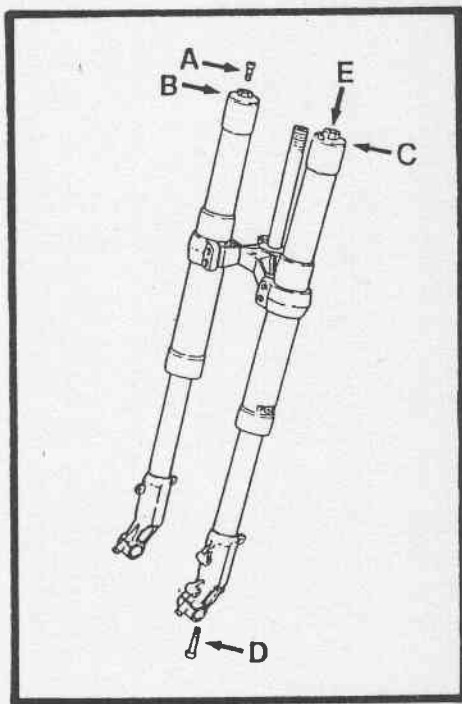

Fig. 19 - Forcella
- smontare la vite superiore A (fig. 19);
- smontare il tappo superiore B (fig. 19);